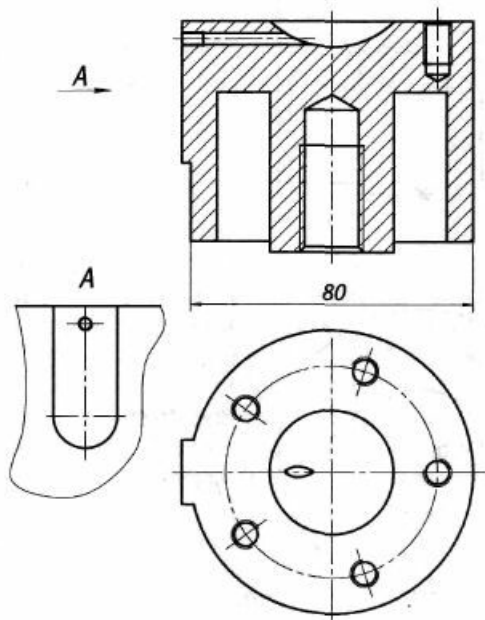

Рис. 2.4. Создание местного вида
- переместите созданный местный вид в то место чертежа, которое указано на рис. 2.4;